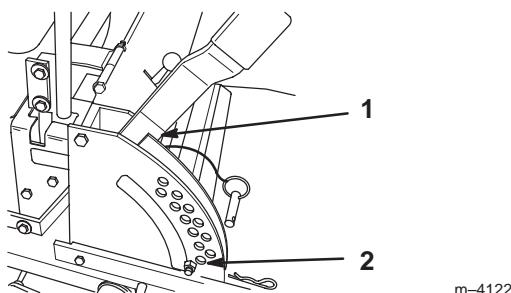
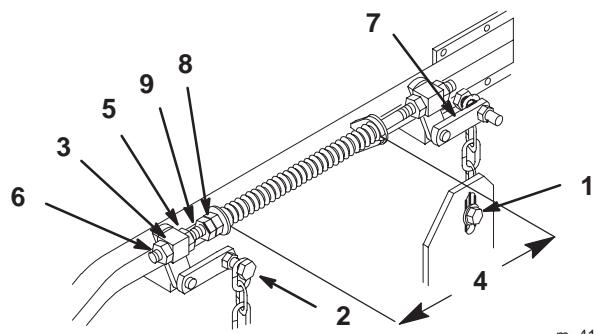

Figure 58
Figure 59
2. Vérifiez la pression des quatre (4) pneus et réglez-la à 90 kPa (13 psi) au besoin.
4. Relevez le plateau de coupe en position de transport (Fig. 58). Détendez les deux grands ressorts de levage du plateau en desserrant autant que possible l'écrou de blocage et l'écrou de ressort avant, devant chaque ressort (Fig. 59).
5. Placez deux cales de 35 mm d'épaisseur sous le bord inférieur arrière gauche et droit de la tondeuse. Placez une cale de 44 mm sous le bord inférieur central avant de la tondeuse, pas sous les supports des galets de protection. Sélectionnez la hauteur de coupe de 38 mm (Fig. 58).
6. Desserrez le boulon inférieur de la chaîne, dans la fente située à l'arrière du plateau de coupe. Répétez la procédure de l'autre côté. (Fig. 59).
7. Desserrez l'écrou de blocage avant et arrière de chaque côté du pivot avant. Continuez de desserrer jusqu'à ce que les chaînes avant soient desserrées et que le plateau repose sur les cales. Répétez la procédure de l'autre côté. (Fig. 59).
8. Quand la visserie est desserrée, la tension encore présente dans les grands ressorts de soutien a tendance à faire tourner la poignée de levage du plateau de coupe vers le haut et à lui faire quitter la position de 38 mm. Appuyez fermement sur le bras de support arrière du plateau pour ramener la poignée de levage à cette position (Fig. 59).
9. Tout en continuant d'appuyer sur le bras de support arrière du plateau de coupe, tendez la chaîne arrière et serrez la visserie inférieure (Fig. 59). Vous pouvez maintenant relâcher le bras de support arrière. Répétez la procédure de l'autre côté.
- 14.** Déplacez le levier de relevage du plateau de coupe à la position de transport (Fig. 58).
- 15.** Réglez les ressorts de compression en tournant les écrous de ressort avant de façon à obtenir un espace de 260 mm entre les deux grandes rondelles. Serrez ensuite fermement l'écrou de blocage (Fig. 59).